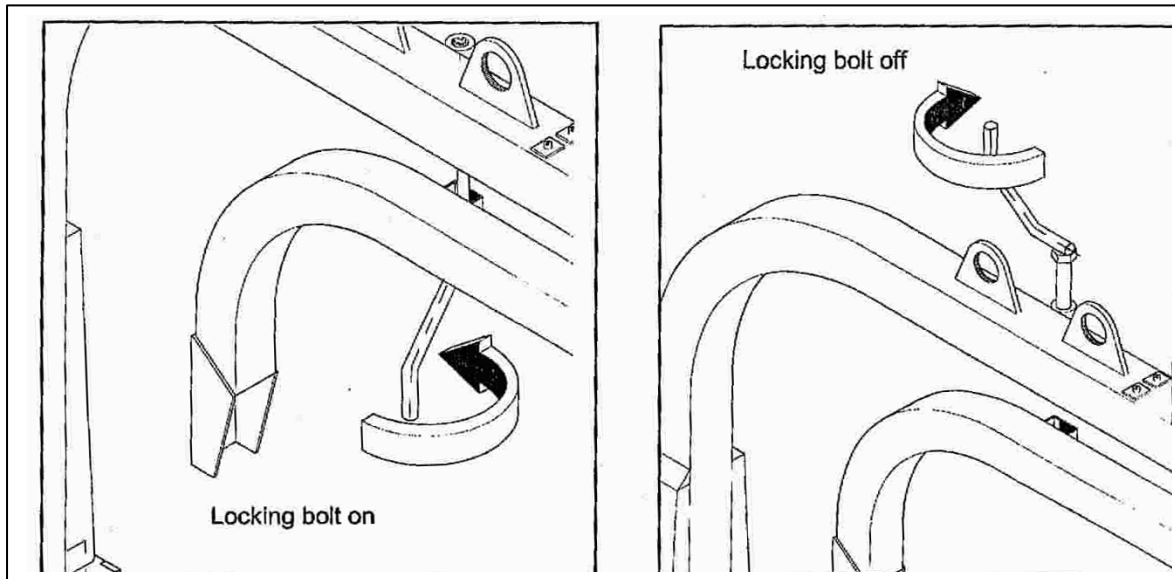

Bild 2-7
Wenn die Maschine nicht in Betrieb ist, muß der Transportsicherungsbolzen für den Wickelarm montiert sein. Wenn der Wickelarm während des Transports nicht gesichert ist, kann dies zu schweren Schäden am Wickelarm oder anderen Teilen der Maschine führen, (siehe Abb. 2-7). Bei TWIN-Maschinen auch Punkt 2.10 beachten.
2. Zum Sichern und Entlasten des Wickelarms während des Transport darauf achten, daß der Sicherungsbolzen für den Wickelarm angebracht ist. (Siehe Kap. 2.6 und Abb. 2-7).
2. Zum Sichern und Entlasten des Wickelarms während des Transports muß während der Fahrt der Sicherungsbolzen für den Wickelarm eingesetzt sein. (Siehe Kap. 2.6 und Abb. 2-7).